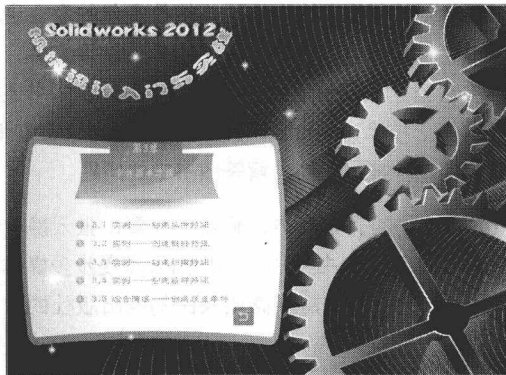

图2
5. 单击某一章的章号按钮即可打开该章的范例目录，如图2所示。